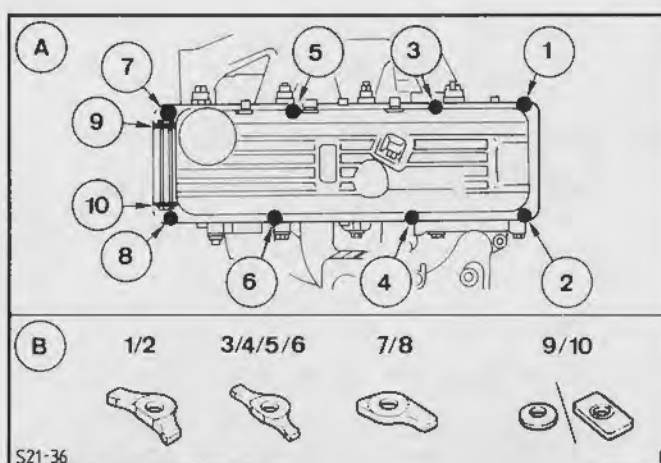

Fig.71. A - Tilspændingsrækkefølge - ventildækselbolte
Bemærk: På vogne fra model-år september 1983 skal der desuden monteres en forstærkningsplade, der er vist i Fig.71 (ved pkt. 9/10 skal der endvidere monteres en gummieret skive eller en gummieret forstærkningsplade).
66. Spænd ventildækselboltene med det specificerede moment i følgende fire trin, Fig.71: